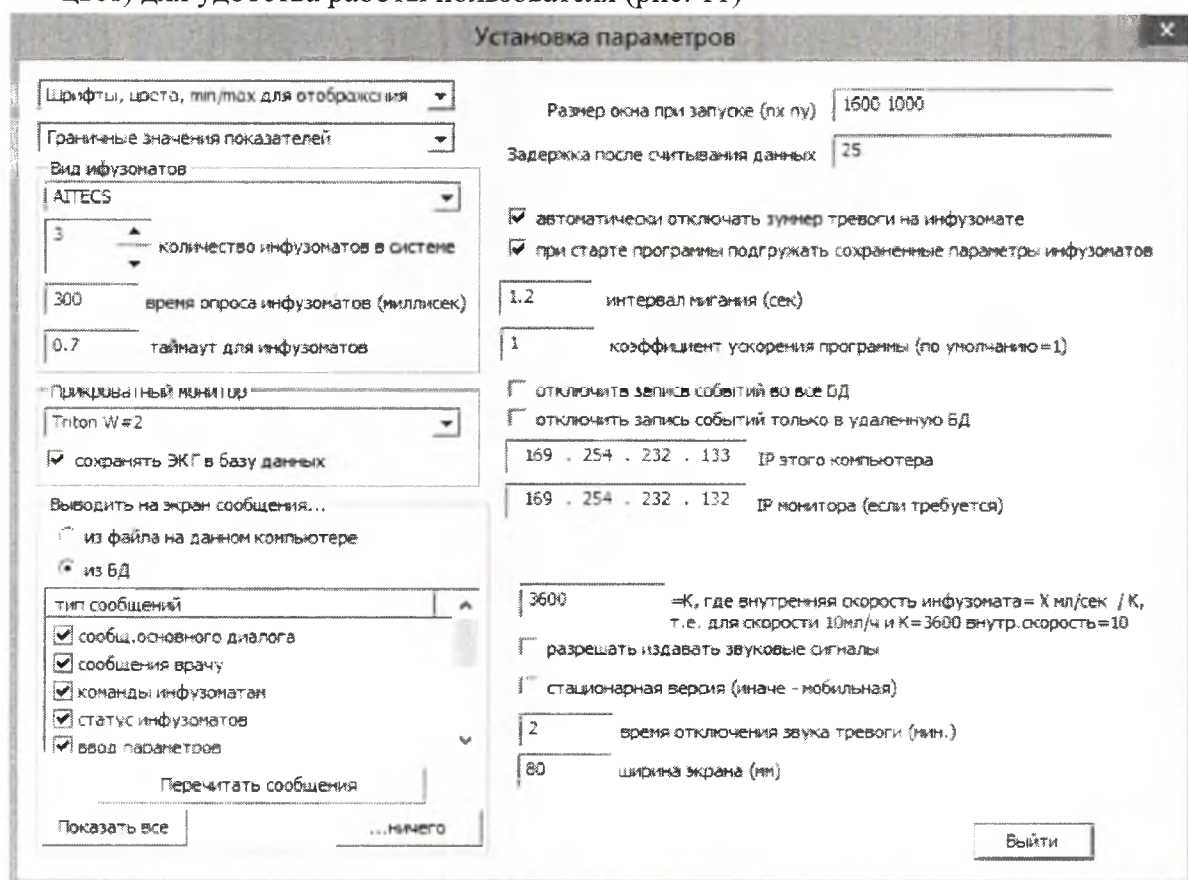

Рисунок 11. Настройка необходимых параметров
2.3.4.1. В меню *Установки* пункт *Параметры* также перед началом работы с Комплекс-С предусмотрена возможность выбора типа совокупности датчиков для измерения физиологических параметров, а также характеристик экрана посредством задания размера окна (в пикселях). В том числе регулируются параметры шрифта (размер, цвет) для удобства работы пользователя (рис. 11)